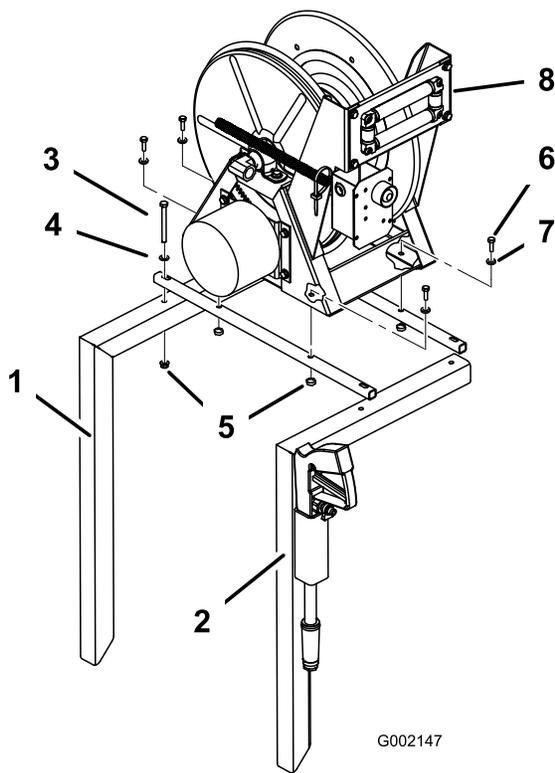

Figura 5
5. Instale os 2 tubos de montagem da bobina de tubagem nas estruturas da bobina de tubagem (Figura 5) utilizando 4 parafusos (5/16 x 3-1/4 pol.), 4 anilhas (11/16 pol. diâmetro exterior) e 4 porcas flangeadas (5/16 inch). Não aperte totalmente as fixações para permitir a afinação mais tarde.
6. Fixe o conjunto da bobina de tubagem nos tubos de montagem da bobina de tubagem (Figura 5) utilizando 4 pernos com cabeça de flange (5/16 x 1-1/2 pol., 4 anilhas (7/8 pol diâmetro exterior) e 4 porcas flangeadas (5/16 inch). Não aperte totalmente as fixações para permitir a afinação mais tarde.